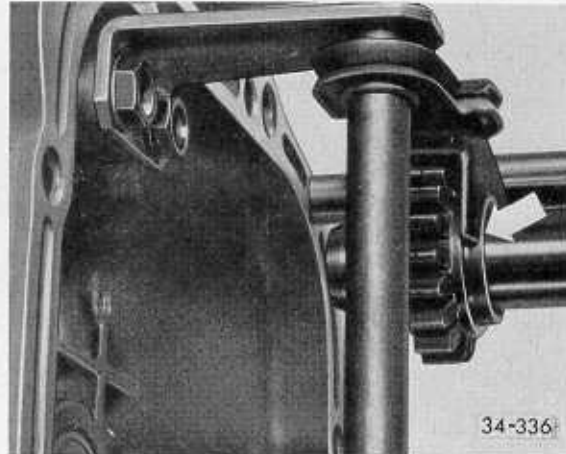

Abb. 8
- 3 - Stütze mit Schaltwelle auf der Schaltgabelseite so weit verschieben, bis die Schaltgabel (Schaltsegment) für den Rückwärtsgang auf dem Schaltrad fest aufsteht (Abb. 8 Pfeil). Dann Stütze etwas zurücknehmen (Laufspiel) und Schrauben dieser Stütze festziehen.